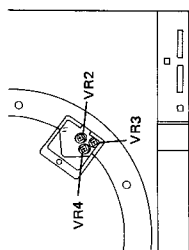

Fig. 11-1 Réglage du zéro du capteur d'alignement
2. Faire ensuite monter et descendre le bras à plusieurs reprises puis le remettre en position haute. Vérifier que la tension entre TP1 et TP2 ne dépasse pas $\pm 2V$ (Fig. 11-1).
2. Garder le bouton d'enclenchement de la localisation (▲) enfoncé au premier niveau et régler VR4 de manière à ce que l'extrémité de la pointe de lecture se déplace à la vitesse de 50mm en 7.1 ± 0.7 secondes (Fig. 11-1).
3. De la même manière, garder le bouton de déclenchement de la localisation (▲) enfoncé au premier niveau et régler VR3 de manière à ce que de nouveau la pointe de lecture se déplace à la vitesse de 50mm en 7.1 ± 0.7 secondes (Fig. 11-1).